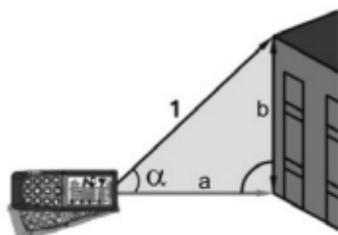

Fig. 12: Medição da distância c/ cálculo trigonométrico
3. Colocar o instrumento no ponto (1) correspondente ao valor do ângulo “ $\alpha$ ” pretendido (variável em  $\pm 65^\circ$  com inclinação transversal não superior a  $\pm 10^\circ$ ) da medição mostrado no primeiro display e premir o botão  ou o botão lateral **MEAS** (ver Fig. 12)
4. O valor da distância “1” é apresentado no display resultante. O valor da distância “a” é apresentado no terceiro display calculado como:  $a = (1) * \cos \alpha$ . O valor da distância “b” é apresentado no segundo display calculado como:  $b = (1) * \sin \alpha$  (ver Fig. 12).